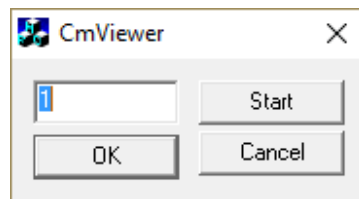

Рисунок 4 – Выбор COM-порта
6.2.1 При запуске программы CMViewer программа попросит указать порт, к которому подключилось устройство (Рис. 4). Для запуска основного рабочего окна необходимо нажать на кнопку «Start». Узнать о доступных портах можно в «Диспетчере устройств».